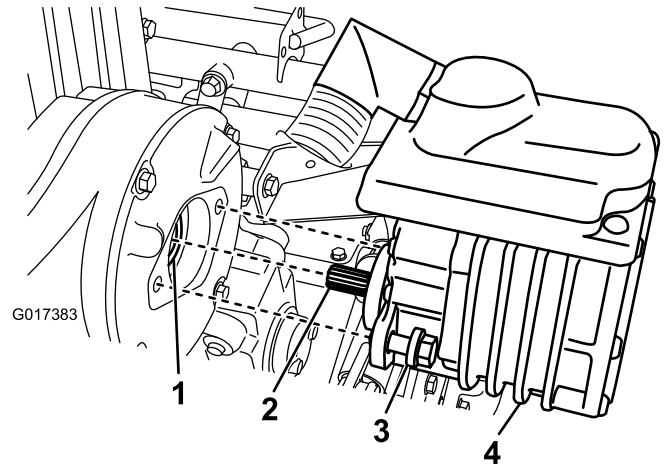

Bild 34
2. Entfernen Sie die zwei Schrauben, mit denen der Motor am Getriebegehäuse befestigt ist (Bild 34).
4. Bringen Sie ein oder zwei Pumpenstöße von der Fettpresse auf die Innengewindekupplung im Getriebegehäuse auf (Bild 34).